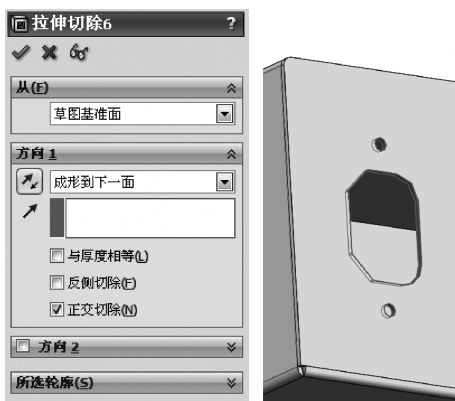

图 14-21 拉伸切除特征 2
5) 单击【特征】工具栏中的 $\square$ (拉伸切除) 按钮, 在【属性管理器】中弹出【拉伸切除】属性设置。在【方向 1】选项组中, 设置【终止条件】为【成形到下一面】, 单击 $\checkmark$ (确定) 按钮, 生成拉伸切除特征, 如图 14-21 所示。